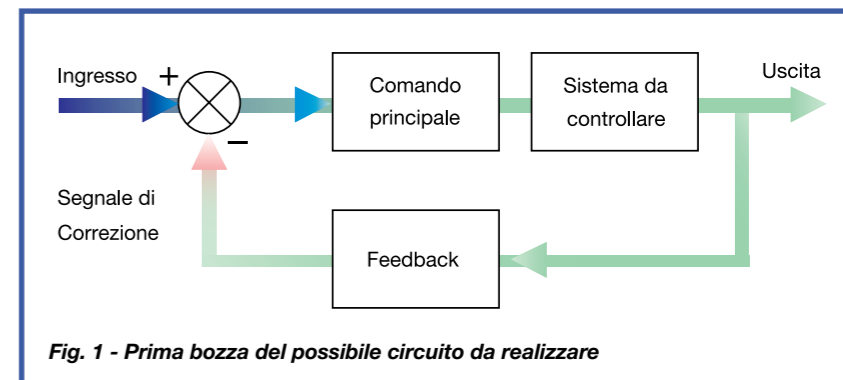

Fig. 1 - Prima bozza del possibile circuito da realizzare
Vediamo meglio cosa si intende guardando la Fig. 1: abbiamo un segnale in ingresso proveniente da un sensore della temperatura, uno stadio di comando principale (che può essere un amplificatore o un qualsiasi circuito), un sistema da controllare e un segnale di uscita.
ma in ingresso attraverso uno stadio +/- (si veda il cerchio nella Fig. 1).
1. il cerchio +/- rappresentato in Fig. 1 è senza dubbio uno stadio differenziale (del resto abbiamo detto che dobbiamo effettuare la differenza fra l'ingresso e l'uscita);
Lo stadio capace di riportare in ingresso ciò che accade in uscita è la Feedback visibile in Fig. 1; quando il flusso d'aria raffredderà il dissipatore (scaldato dal BJT), il sensore di temperatura si accorgerà che la temperatura del sistema diminuisce e, a questo punto, piloterà meno energicamente la ventola di raffreddamento.
Uno schema più particolareggiato rispetto alla Fig. 1 è visibile nella Fig. 2. Il sistema transistorale è raffigurato al centro (vista dall'alto).